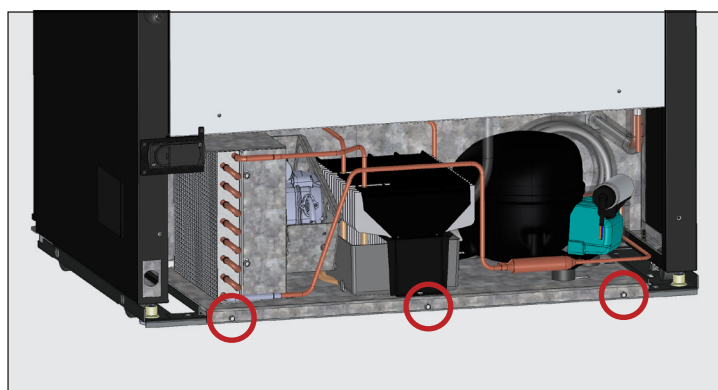

Рис. 4. Пример расположения винтов основания конденсатора. Зависит от модели.
5. Удалите болты в основании конденсатора. См. рис. 4.